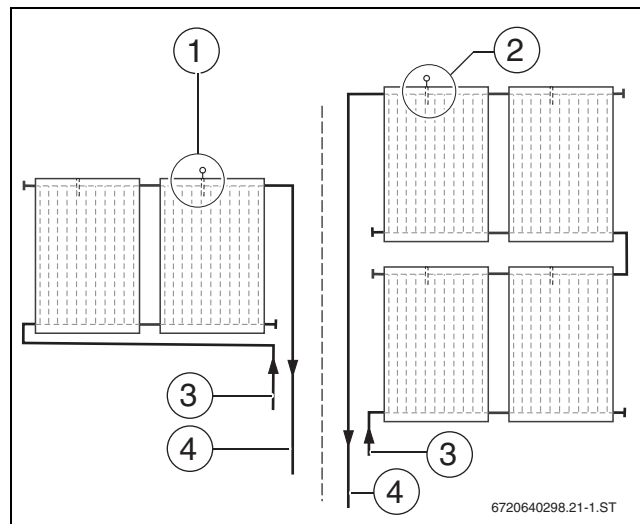

Рис. 49 Расположение датчика коллектора
- ▶ Установите датчик в коллектор, к которому подключена подающая линия (→ рис. 49).